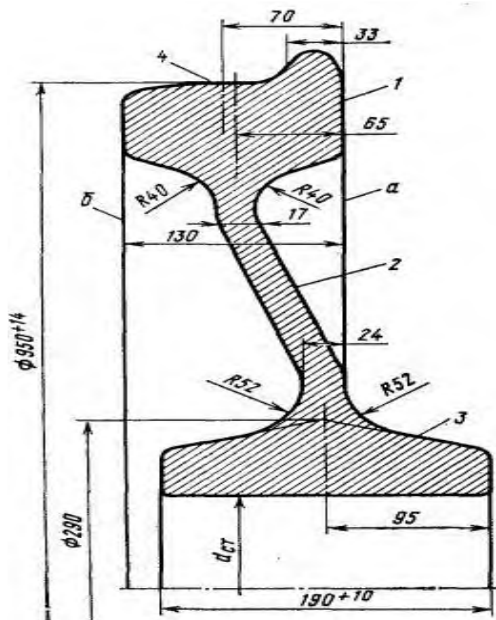

Рисунок 2. Конструкция
6. Опишите конструкцию вагонного колеса (рисунок 2).